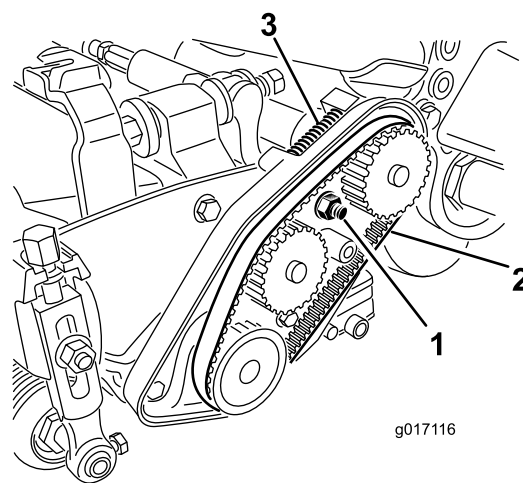

図 17
3. ベアリングハウジングのナットをゆるめる 図 17。
- 各ベルトを取り外す 図 17。
- 圧縮スプリングからベルトに適切な力が掛かっていることを確認する 図 17。